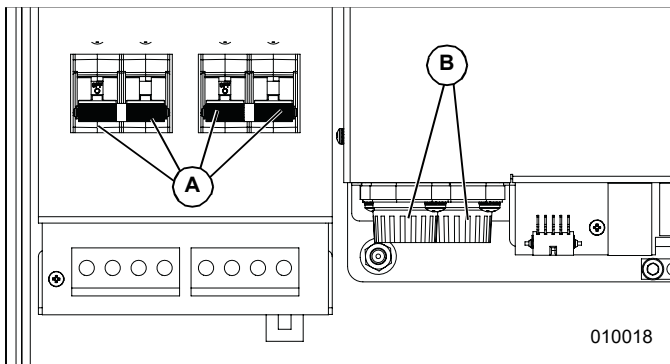

Figura 7-2. Retiro de la cubierta del compartimiento de cableado
5. Consulte la **Figura 7-2**. Ubique los portafusibles de CC (B).